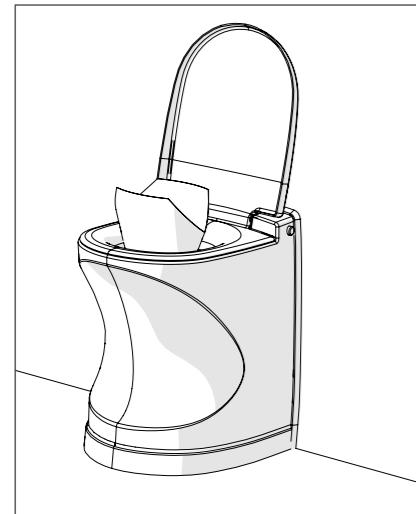

Fig. 1
2. Placez un sac dans la cuvette. Utilisez chaque fois un nouveau sac (fig. 1).